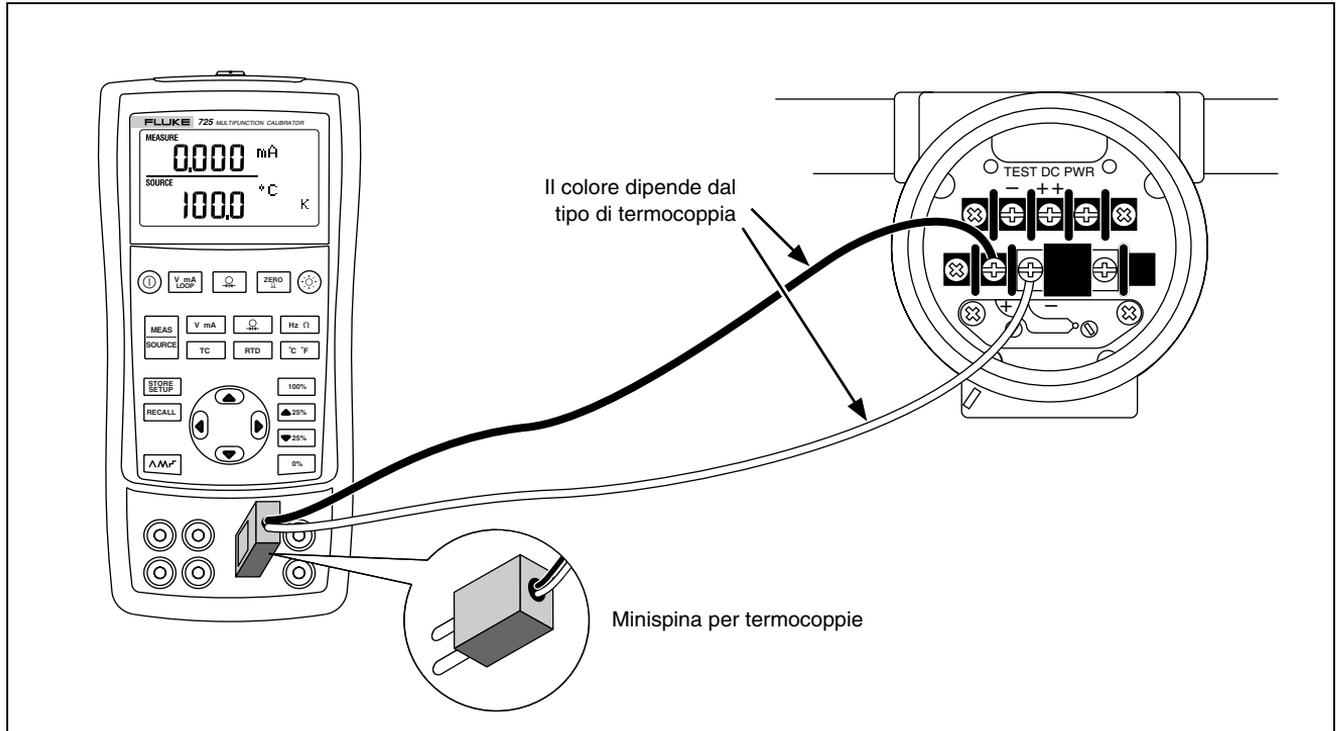

Figura 16. Connessioni per la simulazione di una termocoppia
Collegare il terminale di ingresso/uscita TC del calibratore allo strumento in prova, tramite i conduttori della termocoppia e una minispina per termocoppie (a lame piatte polarizzate i cui centri distano tra di loro di 7,9 mm [0,312"]). *Una lama è più grossa dell'altra: non cercare di forzarla nel foro polarizzato sbagliato.* La connessione è illustrata nella figura 16. Per simulare la termocoppia, procedere nel seguente modo:
1. Collegare i conduttori della termocoppia alla minispina per termocoppie e inserire quest'ultima nel terminale di ingresso/uscita TC del calibratore, come indicato nella figura 16.